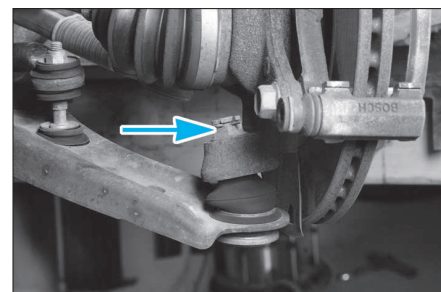

FIG. 8
- Déposer la goupille de maintien de l'écrou de rotule de pivot puis l'écrou (Fig.8).
- la goupille puis l'écrou de rotule de pivot (Fig.8).